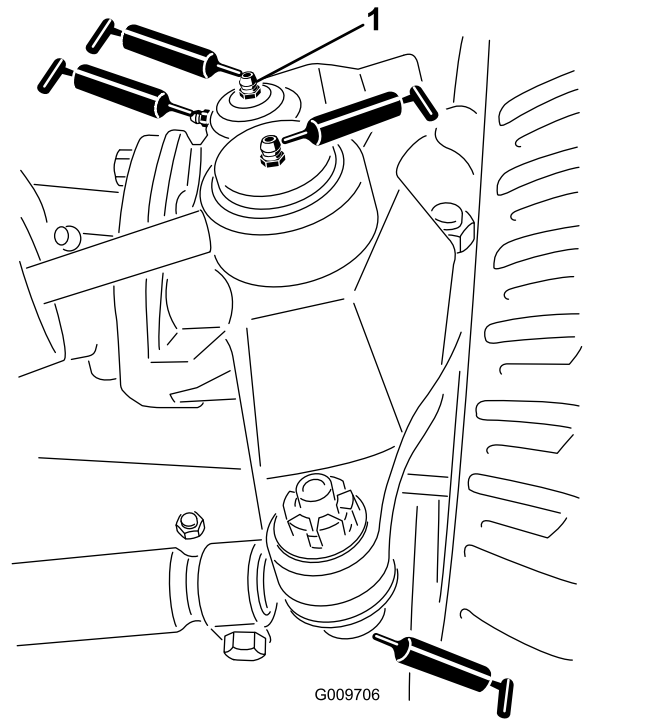

Figure 34
- Rotules de vérin de direction (2), comme montré à la Figure 34.
- Rotules de biellette de direction (2), comme montré à la Figure 34.
- Bagues de pivot de fusée (2), comme montré à la Figure 34.